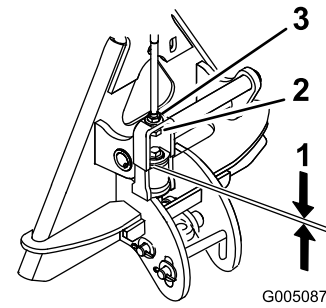

図 10
1. トラクションユニットにドラグマットを取り付け終わったら、アタッチメント側アダプタのリンクアセンブリの上部についているワッシャとスペーサとの間のすき間を 図 10 のように測る。
ワッシャとショルダ肩とのすき間が1.52.0mmあれば適正とする 図 10 を参照。
2. すきまの大きさが適正でない場合は、リンクアセンブリについているジャムナットをゆるめ、調整ナットを締め方向またはゆるめ方向に回してすきまを調整する 図 10。